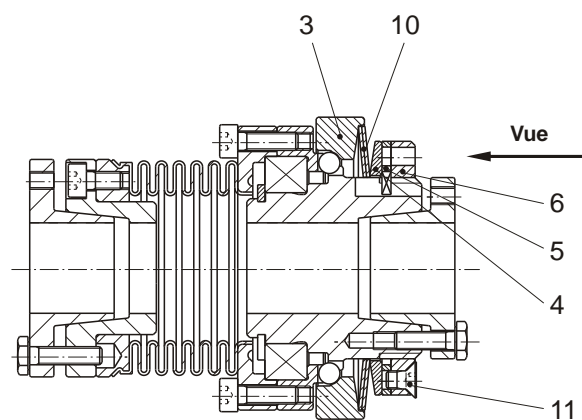

Fig. 11
Tourner l'écrou de réglage (6) dans le sens horaire dans la plage de fonctionnement des rondelles Belleville permet de réduire le couple. En dévissant l'écrou de réglage dans le sens inverse des aiguilles d'une montre, on augmente le couple. Vue sur l'écrou de réglage (6) comme indiqué aux fig. 11 et 12.